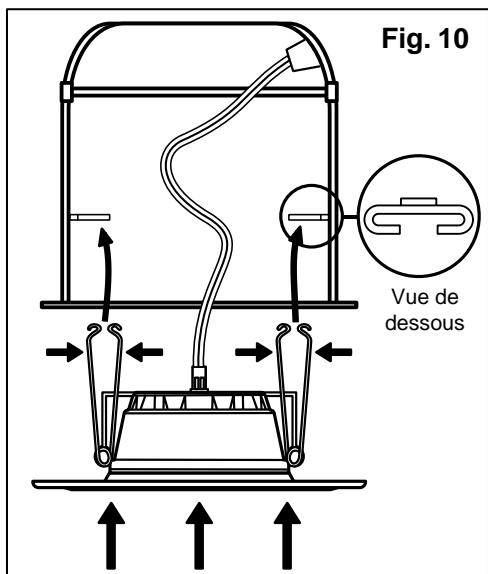

Fig. 10
3. Rentrez tous les fils dans le BOÎTIER et poussez doucement la GARNITURE DE RÉNOVATION dans le BOÎTIER. (FIG. 10)